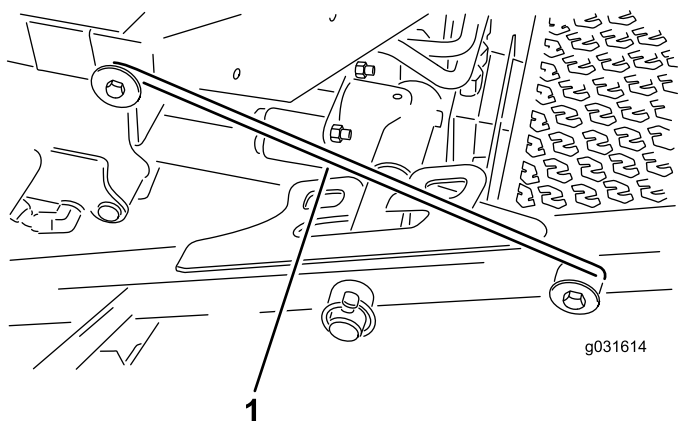

Figura 32
4. Eliberați tija de blocare din dispozitivul de fixare al cadrului de susținere frontal (Figura 32).
partea din față a platformei operatorului (Figura 32).